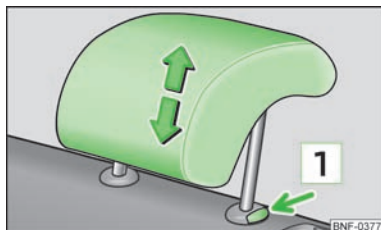

Fig. 35
- Com as duas mãos, segure as partes laterais do encosto de cabeça e puxe-o para cima conforme pretendido » Fig. 35.
- Com uma mão, pressione e mantenha pressionado o botão de segurança **1** » Fig. 35 e, com a outra mão, puxe o encosto de cabeça para fora.